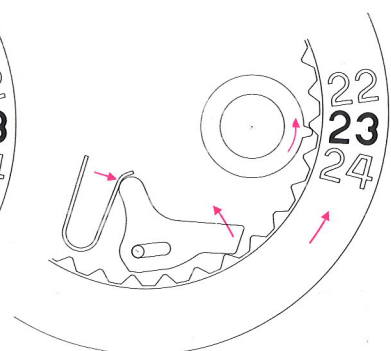

Fig. 3
-  3.2 Rotation dans le sens normal (figure 3)
3.2 Rotation within the normal direction (figure 3)